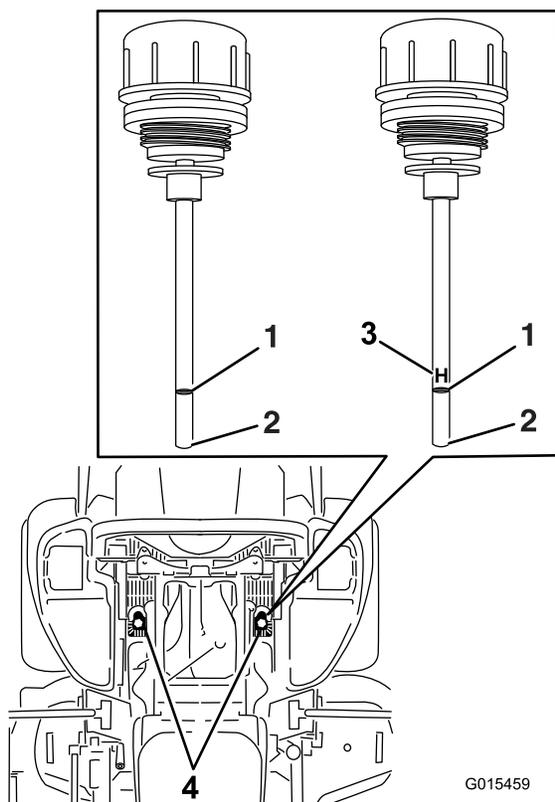

Figura 82
6. Limpie la zona alrededor de las varillas de los depósitos del sistema hidráulico (Figura 82).
7. Retire una varilla del depósito de aceite hidráulico (Figura 82).
9. Retire la varilla e inspeccione el extremo (Figura 82). Si el nivel de aceite está en la marca Add (añadir), vierta lentamente en el depósito hidráulico sólo la cantidad de aceite necesaria para que el nivel llegue hasta la marca de Lleno o H.